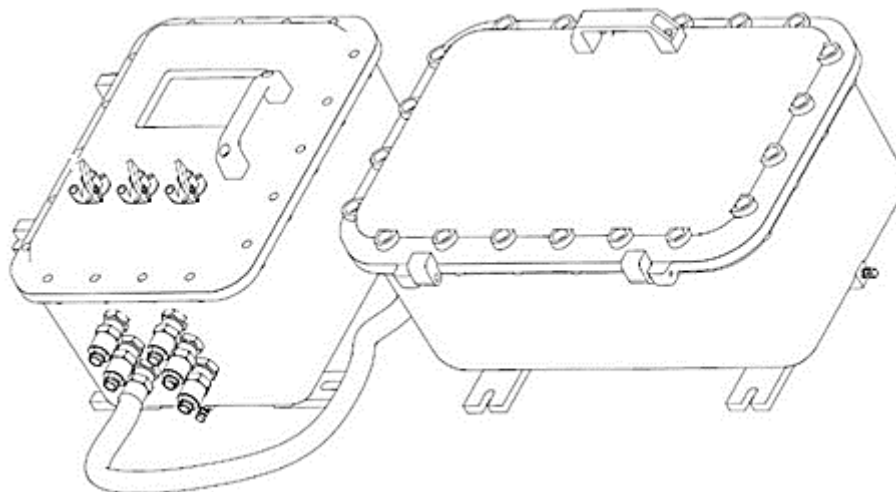

Рис.1. Внешний вид «ПКВ РИП-12 исп. 56» и «ПКВ РИП-24 исп. 56»
1.4.1 РИП представлен на рис. 1 и представляет собой две отдельные литые взрывонепроницаемые оболочки, соответствующие требованиям ГОСТ 31610.0-2014, ГОСТ ИЕС 60079-1-2011, ГОСТ 31439-2011 (EN1710:2005), ГОСТ ИЕС 60079-31-2013 состоящие из корпуса и крышки с уплотнительным кольцом. Крышка крепится к корпусу с помощью винтов и шарнирных петель. Оболочка с платой преобразователя и управления РИП имеет смотровое окно для визуального отслеживания работы. На внешней стороне корпуса управления располагаются элементы управления (питание потребителей откл. /вкл., аккумуляторные батареи откл. /вкл. и вводной автомат откл. /вкл.) во внутреннем пространстве монтажная панель, din-рейка, автоматический выключатель, датчик вскрытия. Устанавливаемая плата преобразователя и управления, плата индикации, АБ, шильд, блок защиты сетевой (БЗС исп. 01) являются комплектующими производства ЗАО НВП «Болид». Датчик вскрытия смонтирован внутри оболочки на кронштейне где располагается плата преобразователя и управления РИП.